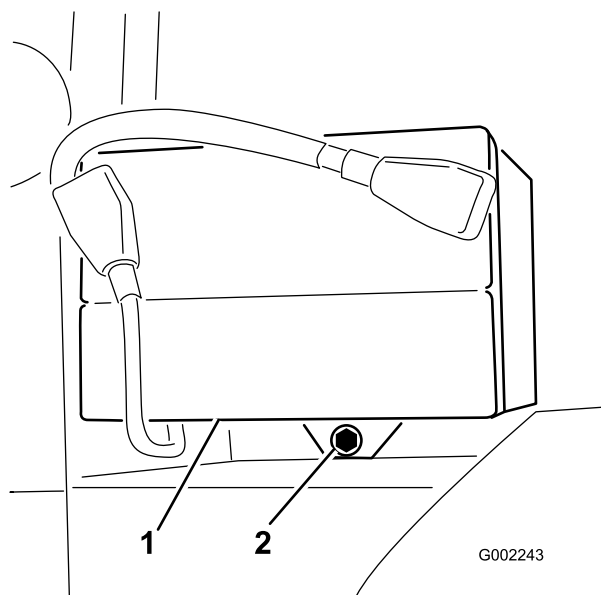

Figura 47
2. Retire as fixações e os fechos da bateria (Figura 47).
3. Coloque a fixação da bateria, assim como os fechos que retirou anteriormente (Figura 47).